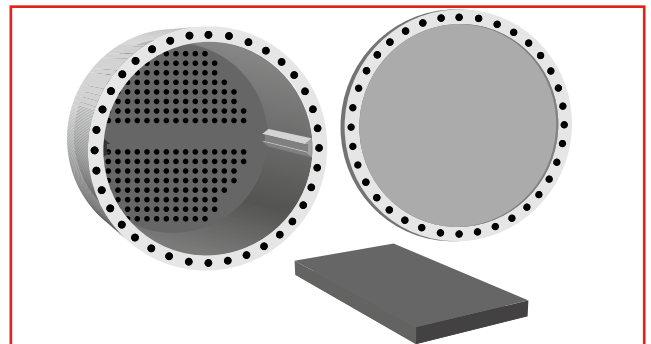

Figura 37. Recubra las partes internas, los insertos de la placa difusora y las tapas para una completa protección del equipo.
**5 Recubra** las partes internas, los insertos de la placa difusora y las orillas de la cubierta. Asegúrese de no aplicar producto en el riel de soporte de la placa difusora, porque dificultará el ensamblado de las placas después de que el recubrimiento se haya aplicado, como se ilustra en la siguiente columna. (Vea la figura 37).